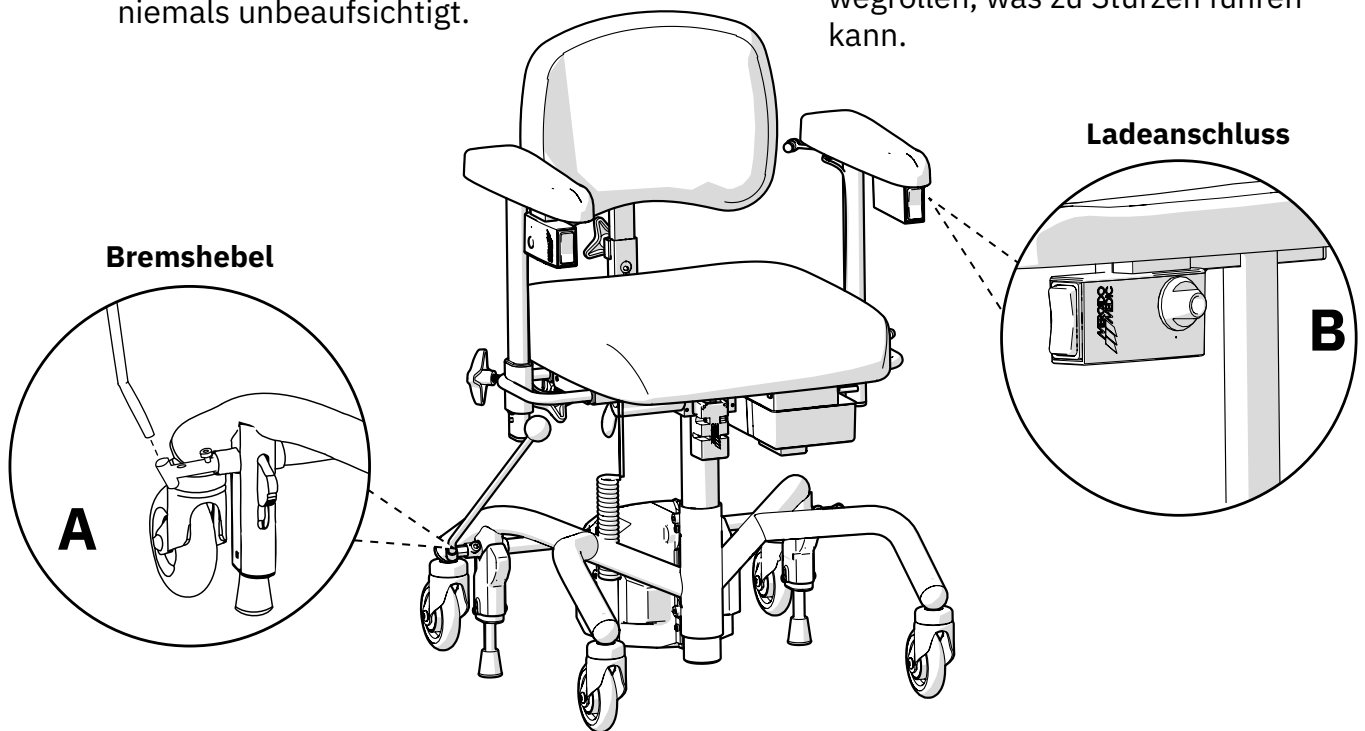

Abb. 2.1. Stuhl mit Propeller ausgerüstet.
Vor dem erstmaligen Gebrauch muss der Akku aufgeladen werden. Dazu wird das Ladegerät an den Ladeanschluss (B) des Produkts und dann an eine Steckdose angeschlossen, siehe Abbildung 2.1. Der Ladeanschluss befindet sich an der Bedieneinheit des Propellers, die unter dem rechten oder linken Armlehnenpolster montiert ist.
- Die Bremse sollte stets angezogen sein, wenn Sie sich hinsetzen oder aufstehen. Siehe Abbildung 2.1, Bremshebel (A).